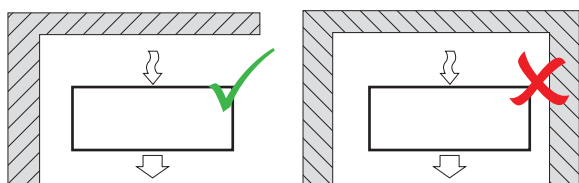

Fig. 12 Ansicht von oben
- Stellen Sie die Wärmepumpe nicht in einer Mauernische auf. Zwei Seiten der Wärmepumpe müssen frei bleiben – Fig. 12.